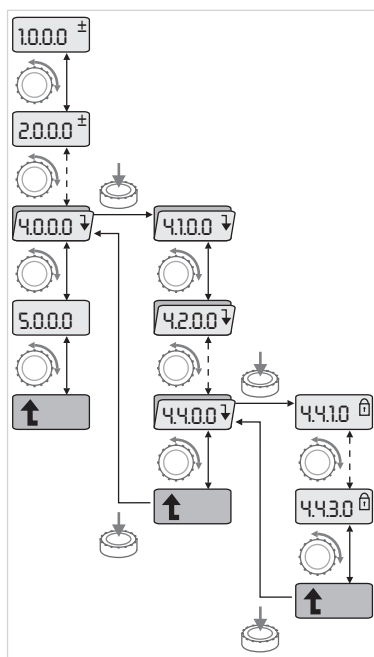

Fig. 37: Navigointiesimerkki
- Yleinen navigointi valikossa tapahtuu seuraavasti (esimerkki, katso Fig. 37):